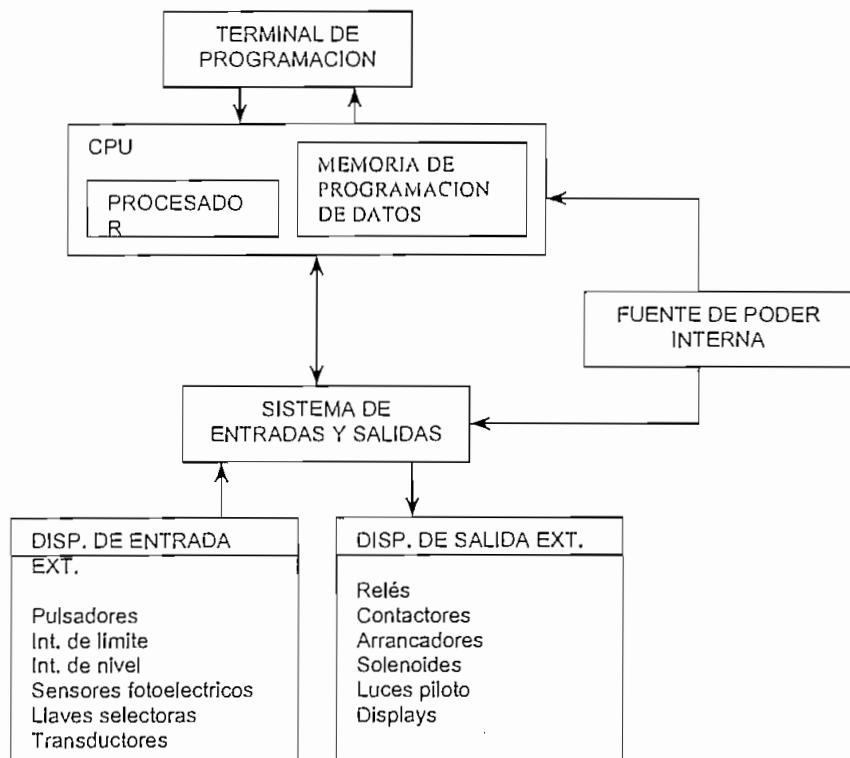

Figura 12. Componentes de un PLC
2.2.4 Los componentes de un controlador programable se muestran en el siguiente esquema: (Figura 12)